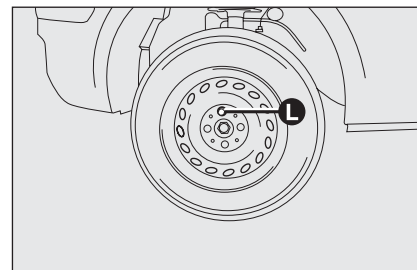

fig. 6
- togliere la coppa ruota (se presente) dopo aver svitato i tre bulloni che la fissano ed infine svitare il quarto bullone **L**-fig. 6 ed estrarre la ruota;